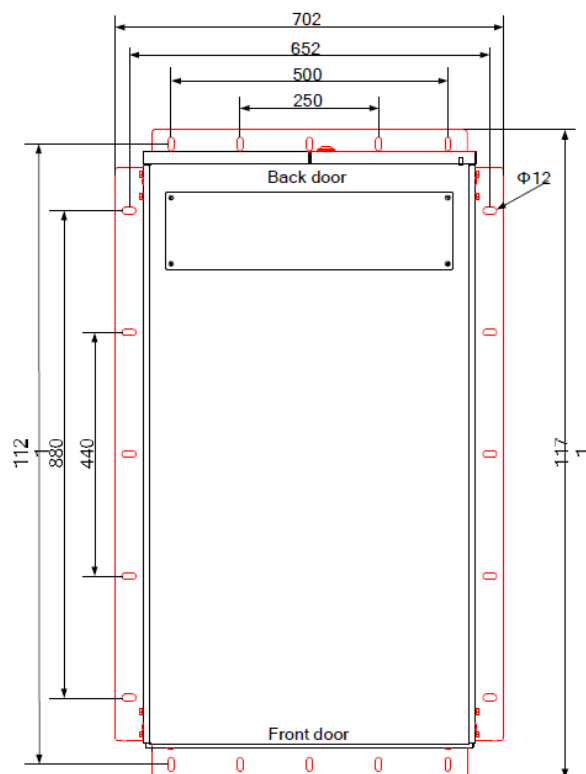

Figura 2-9 Kits antissísmicos e orifícios de montagem (vista superior)
- 2) Marque os orifícios de montagem nos lados esquerdo e direito do gabinete, como mostra a Figura 2-9.